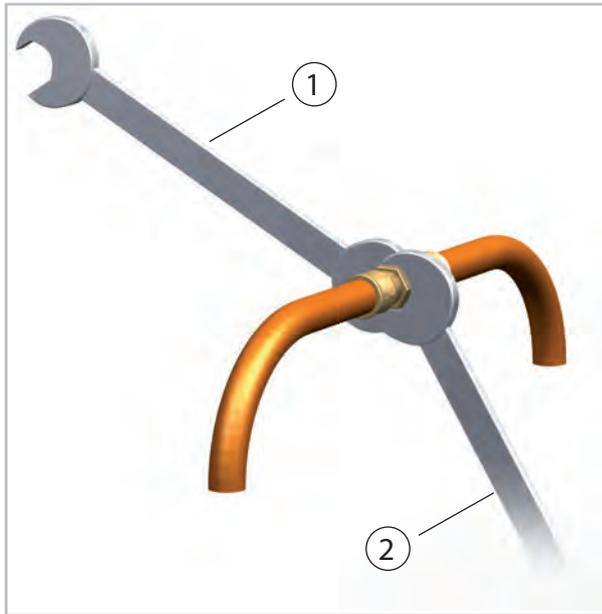

Fig. 33: Serrage des raccords vissés
11. ➤ Serrez ensuite définitivement les raccords vissés à l'aide de 2 clés plates de taille appropriée. Lors du vissage, utilisez toujours l'une des clés plates pour contre-serrer (Voir la Fig. 33).